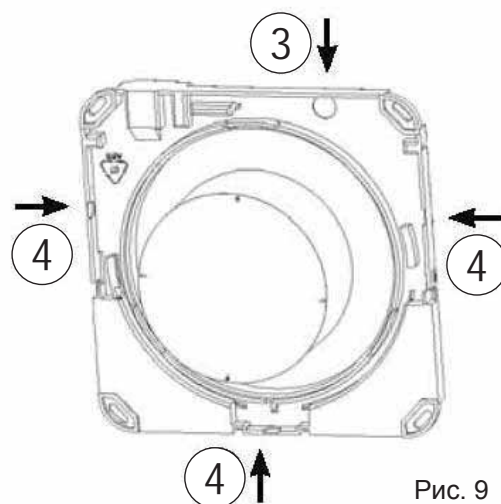

Рис. 9
2. Отломите место, предусмотренное для прохождения кабеля (3), в случае внешних соединений не нужно ломать предусмотренные места (4), как на держателе двигателя, так и на передней крышке (рис. 9).